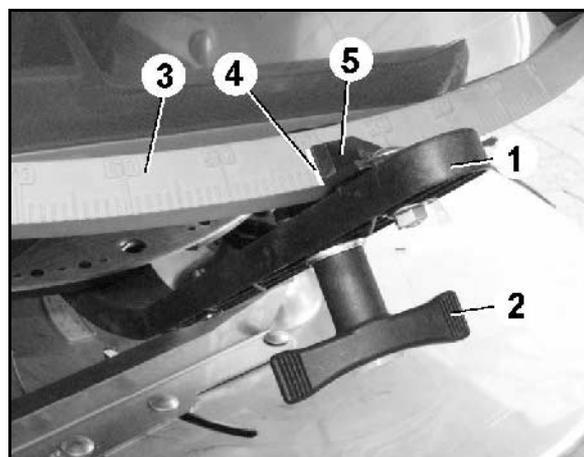

Figura 11
La regolazione della quantità verrà quindi effettuata secondo la Tabella di spargimento, mediante l'apposita leva di regolazione (Figura 11/1).
2. Allentare il galletto (Figura 11/2).
3. Cercare la posizione della paratoia necessaria sulla scala (Figura 11/3).
4. Regolare l'angolo di lettura (Figura 11/4) dell'indicatore della leva di regolazione (Figura 11/5) sul valore di scala.
5. Serrare nuovamente il galletto (Figura 11/2).